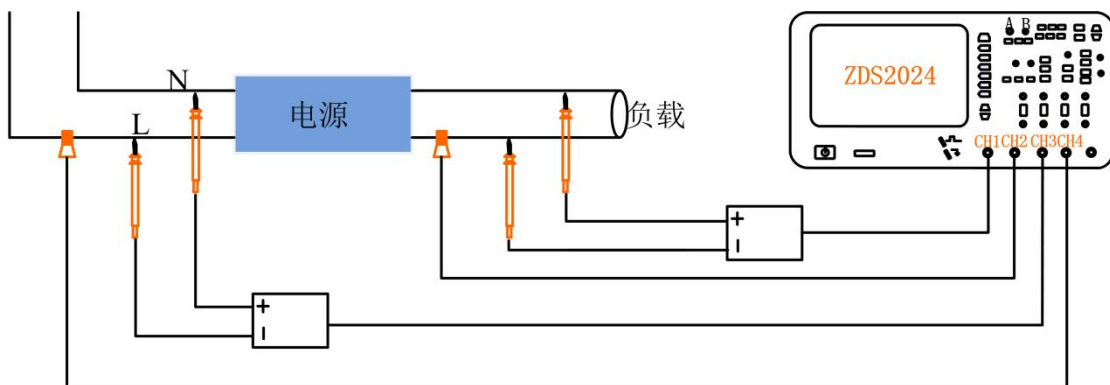

图 7.23 效率分析连接图
(1)、测量效率分析需要测量输入输出电压和电流的情况，电路如图 7.23 所示。通道 1 使用高压差分探头测输出端的电压，通道 2 使用电流探头测输出端的电流，通道 3 使用高压差分探头测输入端的电压，通道 4 使用电流探头测输入端的电流。